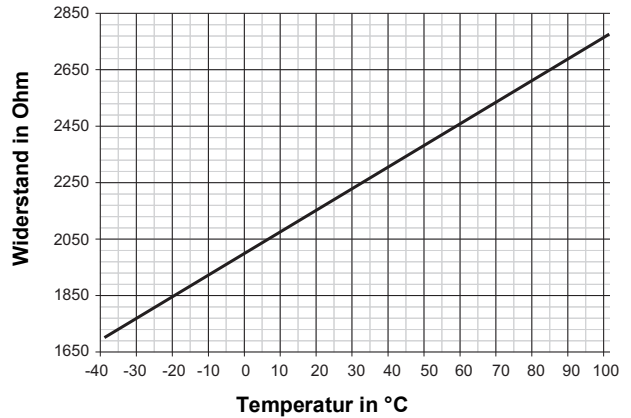
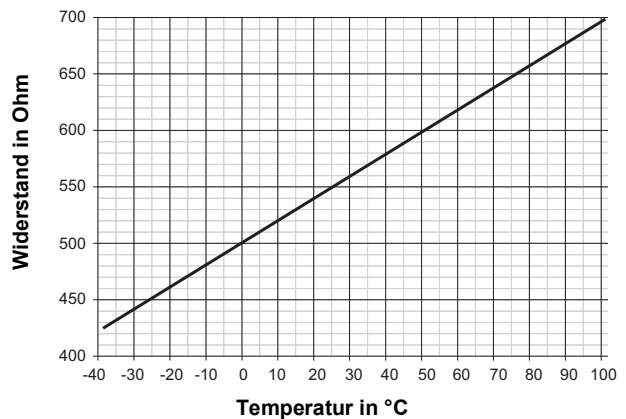

Abb. 503
Abb. 504
- Der Wassertemperatursensor und der Überhitzungsschutz sollten die Werte gemäß den Diagrammen aufweisen (Abb. 503 und Abb. 504). Vorzugsweise ist die Widerstandsmessung bei einer annähernd konstanten Temperatur von 20°C und ca. 100°C (Fühler bis zum Kupferdichtring in siedendes Wasser tauchen) durchzuführen. Der Sensor sollte ca. 20 Sekunden der Temperatur ausgesetzt sein, bevor der Wert abgelesen wird. Eine Messtoleranz von +/-5°C unter Werkstattbedingungen ist zulässig.